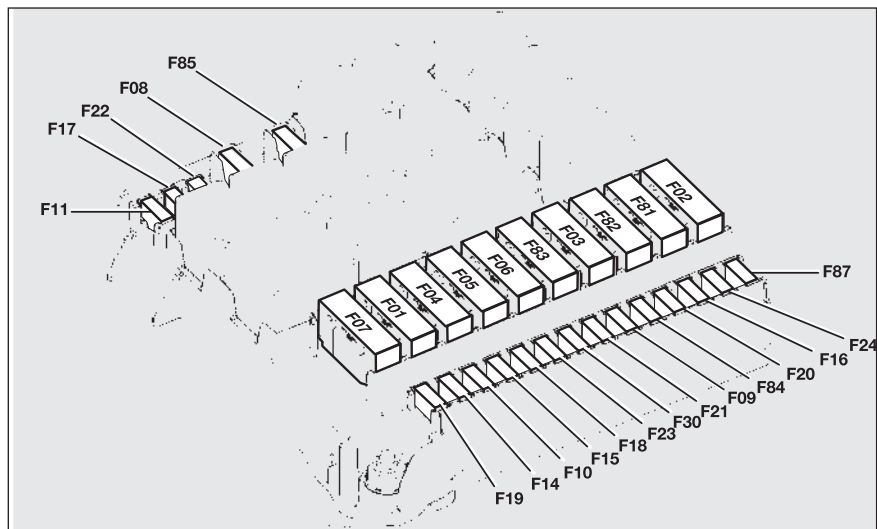

fig. 50
- ☐ de zekeringen zijn nu bereikbaar **fig. 50**.